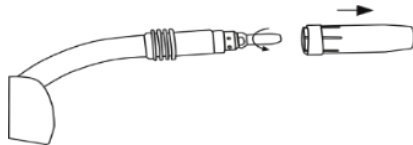

Рисунок 4
4.4.2 Заміна наконечника (рисунок 4)